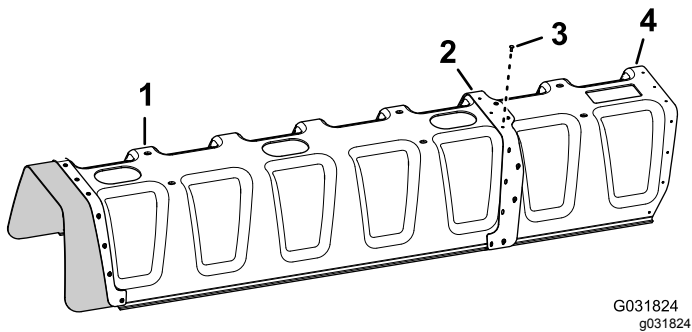

Figura 148
4. Sujete la extensión de la cubierta a la cubierta de sección de 11 boquillas (Figura 148) con 11 remaches ciegos (Pieza Toro N° 114439).